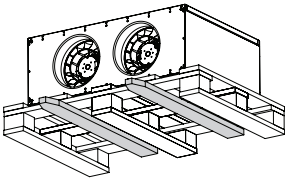

Abb. 3:
- Beim Transport mit einem Gabelstapler ist darauf zu achten, dass das Gerät mit dem Grundprofil bzw. Grundrahmen auf den Gabeln des Staplers bzw. auf einer Palette vollständig aufliegt und der Geräteschwerpunkt zwischen den Gabeln liegt. (s. Abb. 3)